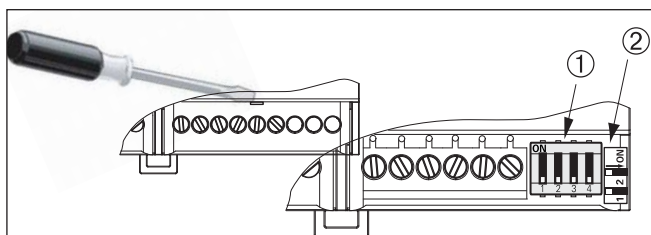

Abb. 1 Lösen der Klemmenabdeckungen (REG-Variante)
- REG: Montieren Sie das Gerät beim Verteilereinbau auf einer symmetrischen Hutschiene (TH 35 nach EN 60715: 2001) durch Aufclippen. Zur Erleichterung der Anschlussarbeiten können die Klemmenabdeckungen gelöst werden (s. Abb. 1).
- Lösen Sie hierzu bei der REG-Variante die Klemmenabdeckung mit einem geeigneten Schraubendreher (s. Abb. 1).